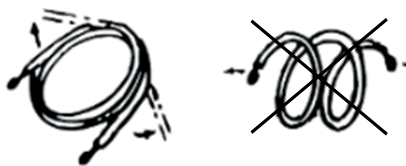

Abb. 9: Kühlrohrleitung
- Sehen Sie einen möglichst kurzen und einfachen Rohrleitungsweg vor (maximale Länge 20 m, maximal 10 m Höhenunterschied zwischen Aussen- und Innengerät, sowohl bei Platzierung des Aussengeräts über dem Innengerät als auch des Aussengeräts unter dem Innengerät). Wenn der Höhenunterschied zwischen Aussen- und Innengerät 10 m beträgt, dürfen die Rohrverbindungen nicht direkt vertikal sein, sondern müssen horizontale Abstufungen aufweisen. Auf keinen Fall darf die Rohrlänge 20 m überschreiten. Sehen Sie keine Verlegung vor, die den Zugang zur Klappe und zum Entfernen des Flanschs behindern könnte. Siehe Abbildung 9.
Es ist absolut zu vermeiden, dass Feuchtigkeit und Unreinheiten in die Rohre gelangen. Wird ein Rohr zu oft gebogen, wird es hart: Biegen Sie denselben Abschnitt nicht mehr als 2 Mal. Wickeln Sie das Rohr locker ab, ohne es zu ziehen (siehe Abb. 9).